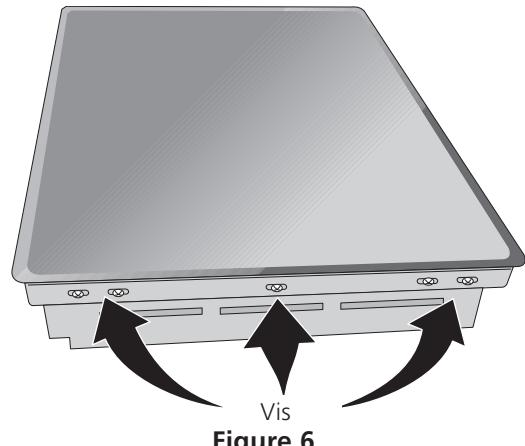

Figure 6
1. Vérifiez si la plaque de cuisson est endommagée. Veillez également à ce que toutes les vis de la plaque de cuisson soient bien serrées (Figure 6).